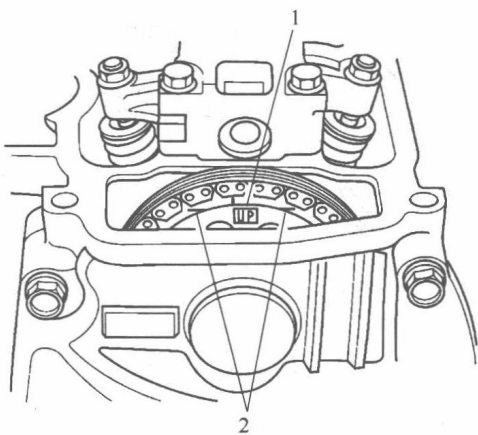

图 1-1-1
- (1) 拆下发动机最上面的气缸盖罩。
- (2) 使1号气缸活塞在上止点 (TDC) 位置。凸轮轴链轮上的“UP”标记1应在顶部，并且凸轮轴链轮上的 TDC 凹槽2应与气缸盖的顶部边缘对准，如图 1-1-1 所示。